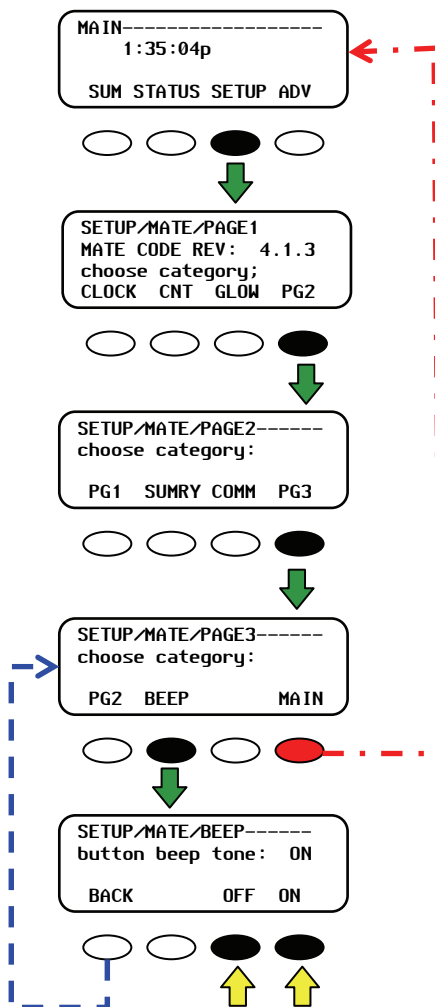

Figura 24 Ajuste de la función BEEP (PITIDO) del teclado
- Ajuste de la función BEEP (PITIDO) del teclado. Consulte la Figura 24.